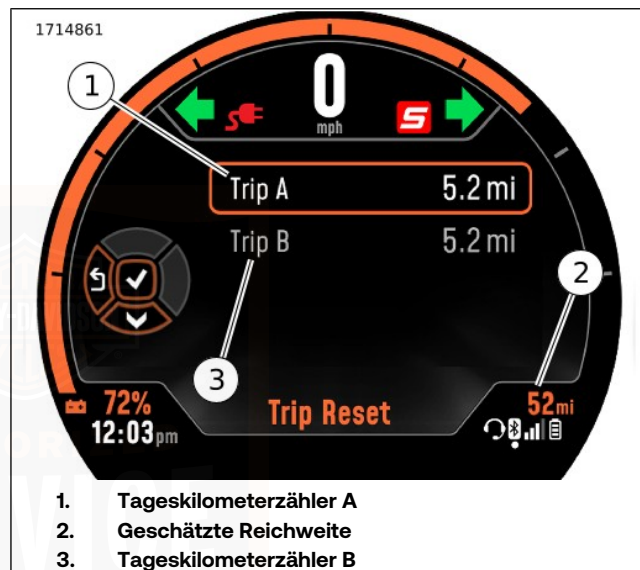

Abbildung 38. Trip-Bildschirm
Siehe Abbildung 38. Der Tourdisplay zeigt den Kilometerstand (1), den Tageskilometerzähler A (2) und den Tageskilometerzähler B (3) an. Der Tourdisplay kann auch über das Einstellungs Menü konfiguriert werden, um Tour K anzuzeigen.